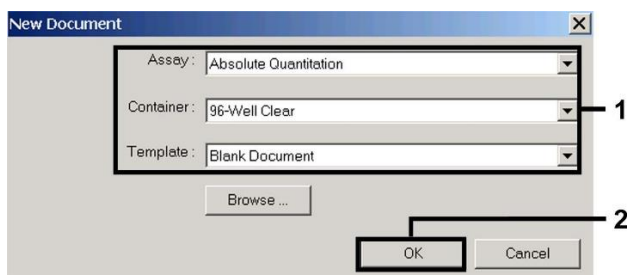

Fig. 3 : Pré-paramétrages pour la création d'un nouveau cycle de PCR (New Document) (Nouveau document).
Dans le cas de l'ABI PRISM 7000 SDS, sélectionner la commande *New* (Nouveau) dans le menu *File* (Fichier) et définir les paramètres de base suivants pour le nouveau document (voir Fig. 3). Un modèle préalablement enregistré (*SDS Template* [\*.sdt] (Modèle SDS)) se trouve dans la liste *Template* (Modèle) ou peut être sélectionné à l'aide de la fonction *Browse* (Parcourir) (voir 8.6.1.5 Enregistrement du cycle de PCR). Confirmer les pré-paramétrages (OK).